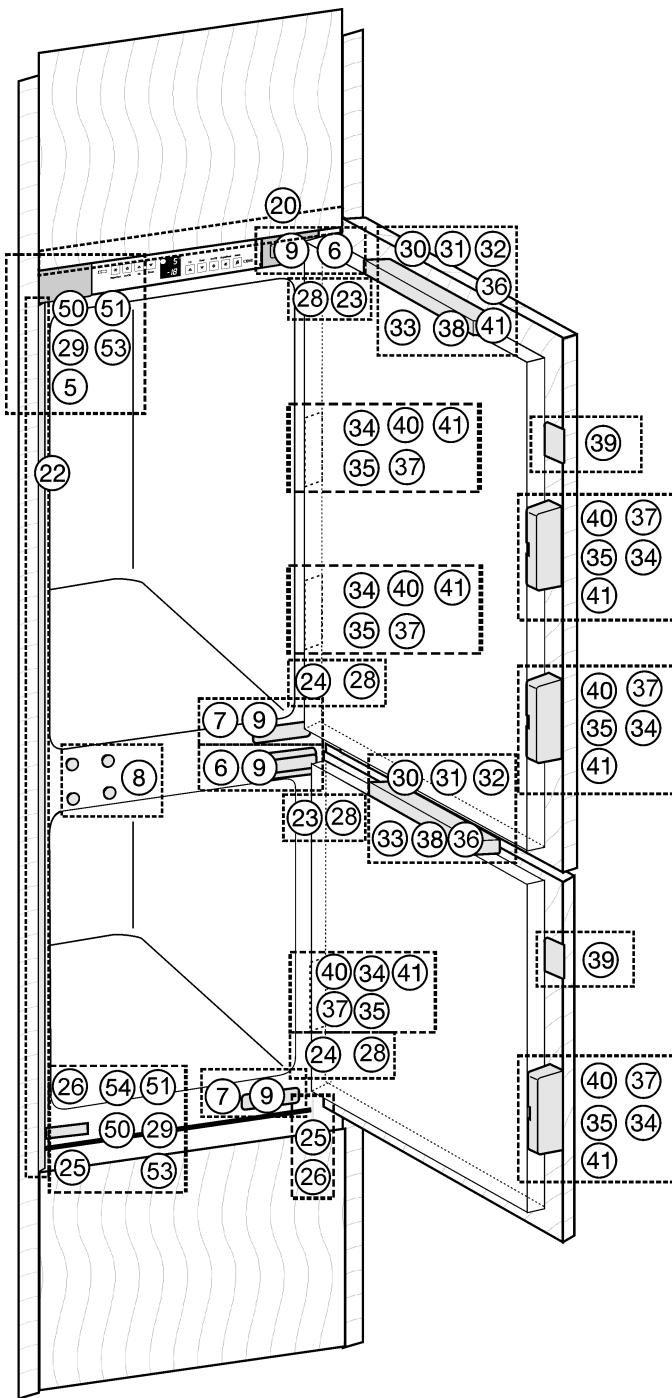
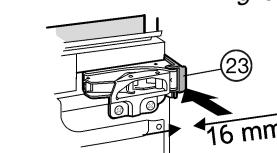

Fig. 6
Fig. 10
- Retirer les caches Fig. 6 (5,6,7).
- Clipser l'élément d'écartement Fig. 10 (23) sur la charnière supérieure et l'élément d'écartement Fig. 6 (24) sur la charnière inférieure.
- Si nécessaire, raccourcir la baguette de recouvrement Fig. 12 (22) en bas : l'extrémité de la baguette de recouvrement Fig. 12 (22) doit dépasser de 3 mm sur le bord supérieur de l'étrier du bas Fig. 6 (50).
- Mettre l'appareil de niveau en ajustant les pieds réglables Fig. 6 (25) à l'aide de la clé plate Fig. 6 (26) fournie.